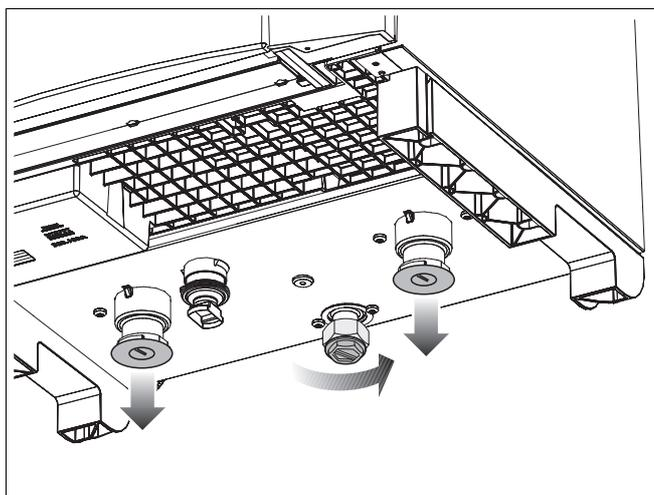

Fig. 10 Rimozione dei tappi di protezione
- Rimuovere i tappi di protezione ubicati nella parte inferiore della caldaia (fig. 10).